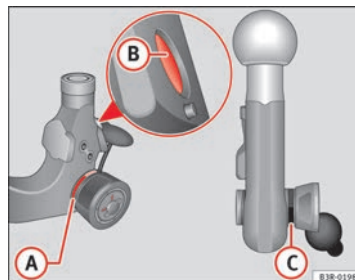

Fig. 169 Dispositivo desmontable para remolque: Rótula
- Compruebe si la marca roja **(A)** ⇒ fig. 169 de la rueda moleteada se encuentra en la zona negra de la rótula.